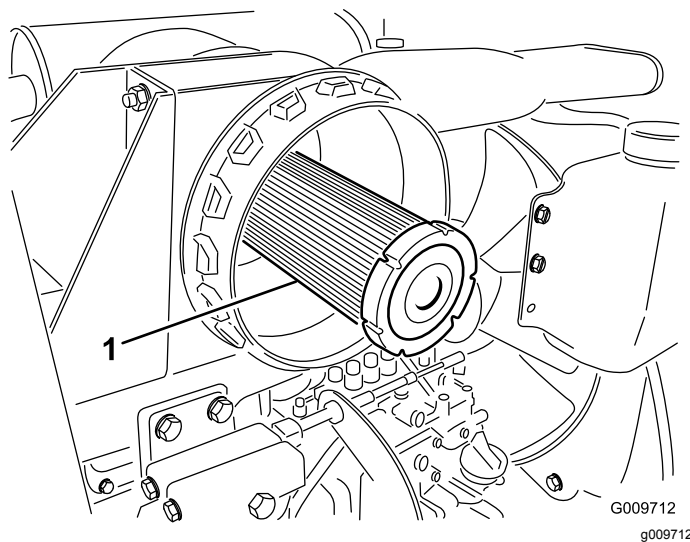

Figura 80
**Importante:** Non cercate mai di pulire il filtro di sicurezza (Figura 80). Sostituitelo ogni 3 interventi di manutenzione sul filtro primario.